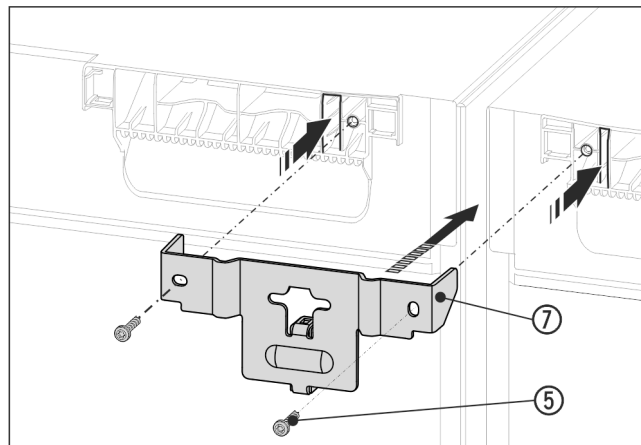

Fig. 16 Przykładowa prezentacja
- ▶ Wsunąć kątownik Fig. 16 (7) z elementem dystansowym między urządzenia i z nakładkami do pokrywy urządzenia. Dokręcić przy użyciu 2 śrub Fig. 16 (5).